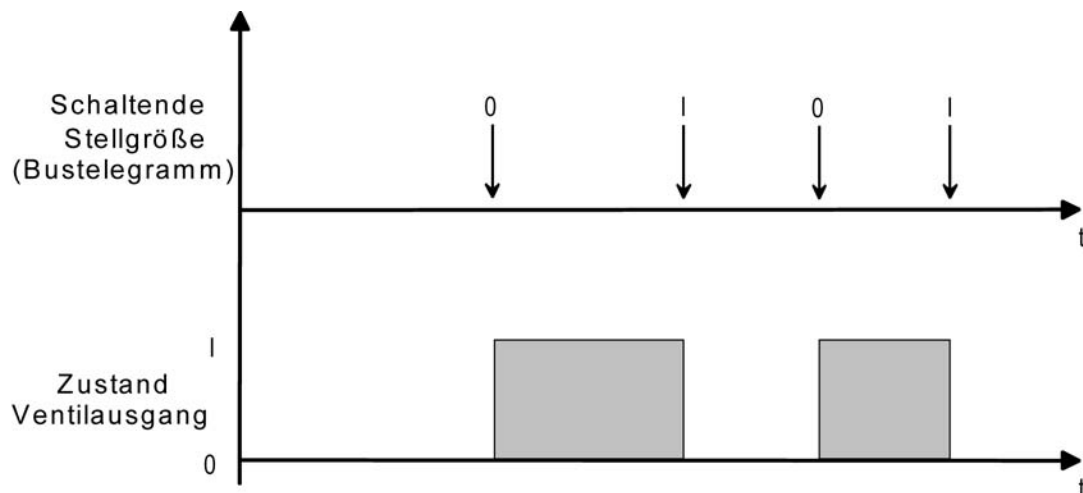

Bild 12: Umsetzung einer schaltenden Stellgröße in ein Ausgangssignal bei stromlos geöffneten Ventilantrieben (Beispiel)
- Den Parameter "Ventil-Wirksinn (Ventil im stromlosen Zustand)" einstellen auf "geöffnet". Bei schaltenden Stellgrößen wird das über das Objekt "Stellgröße" empfangene Schaltelegamm direkt an den Ausgang weitergeleitet. Bei einem empfangenen "EIN"-Telegramm wird der Ausgang nicht bestromt und somit das Ventil vollständig geöffnet. Das Ventil wird durch Einschalten des Ausgangs vollständig geschlossen, wenn ein "AUS"-Telegramm empfangen wird (Bild 12).